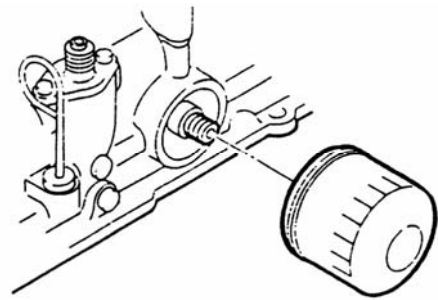

Fig. 7.1
(2) **Vervang het oliefilter (Fig. 7.1):**